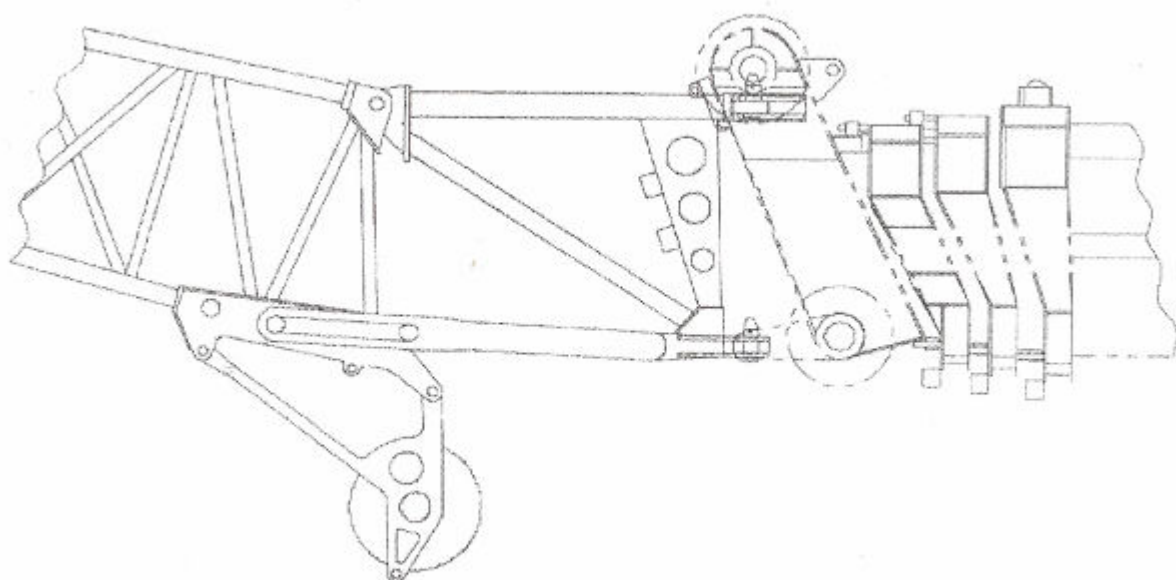
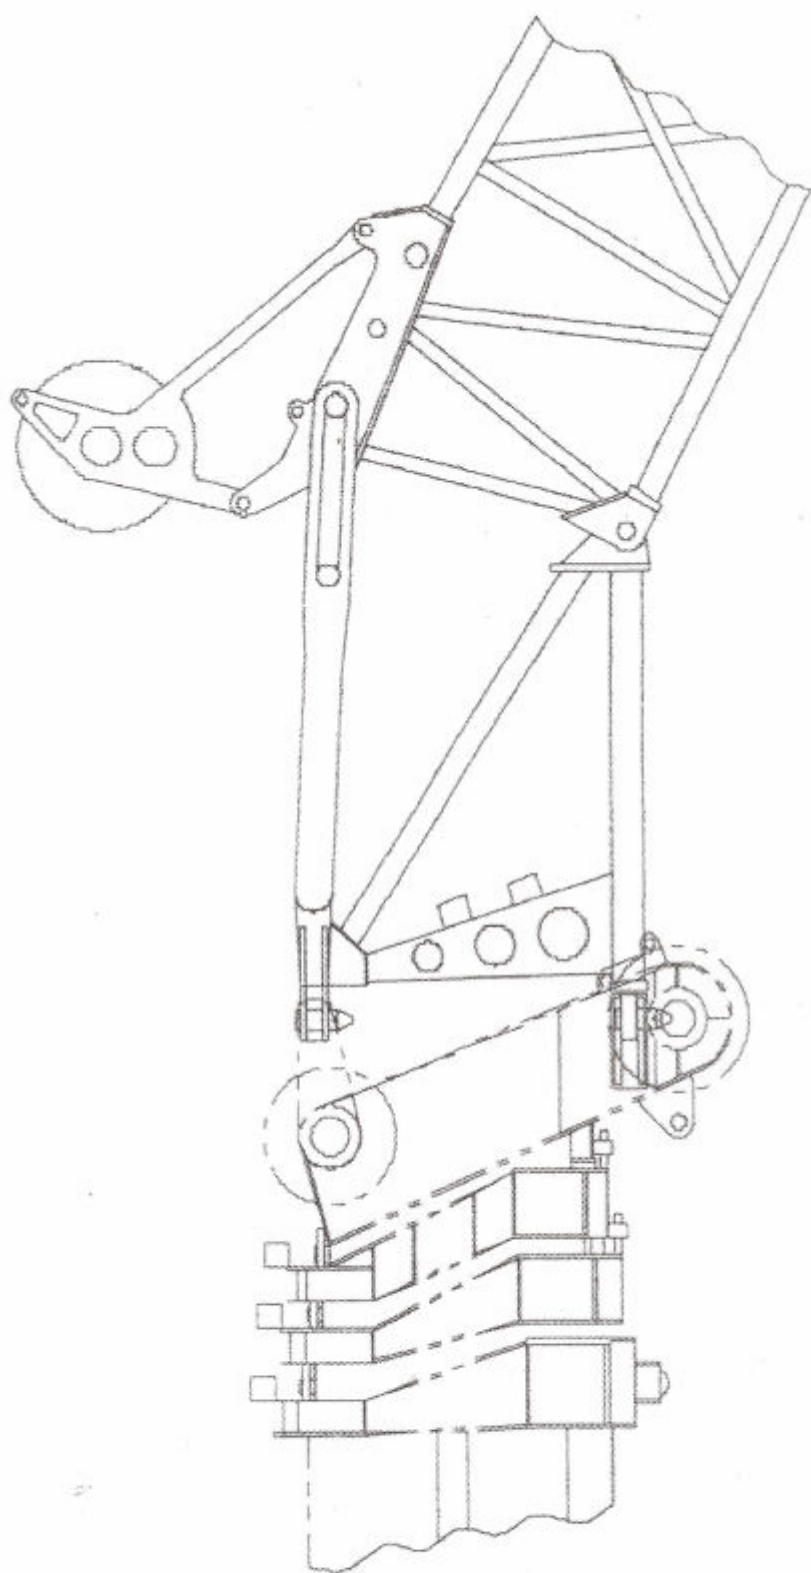

рис.5-4
рис.5-5
(1) Управляйте кран-балкой, когда стойки вытянуты полностью.
(2) Процедура выпрямления:
- Ж. Вытащите дополнительный блок крюка и прикрепите его к кран-балке. (3) Смещение на  $15^\circ$  или  $30^\circ$
- Сначала выпрямите кран-балку при смещении  $0^\circ$ , затем снизьте стрелу до тех пор, пока основание кран-балки не достанет до земли, удалите валовый штифт В, поднимайте стрелу медленно, вставьте валовый штифт в отверстие  $15^\circ$  или  $30^\circ$  (см.рис. 5-4, рис.5-5) и закрепите его. Теперь кран-балку можно использовать для подъема.